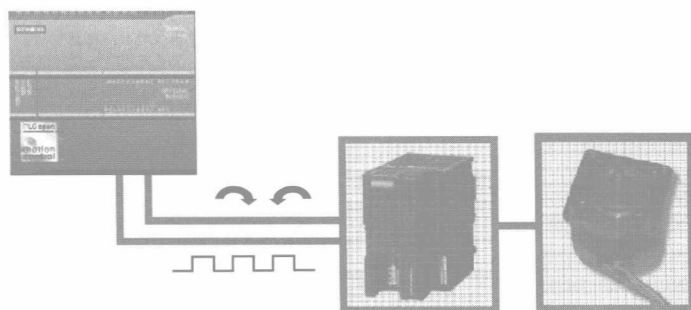

图 1-14 S7-1200 脉冲序列输出 PTO
2) S7-1200 PLC 还有两个 100kHz 脉冲序列输出（PTO），可为步进或伺服电动机组成的控制速度和位移的开环系统提供一个 50% 占空比的脉冲序列，如图 1-14 所示。HSC0 和 HSC1 还用于内部 PTO 反馈。